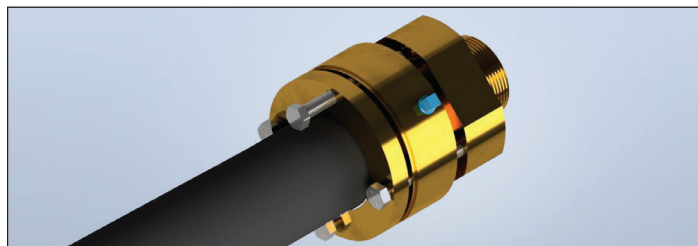

Figure 1-10
12. Glissez la bride arrière et le corps de la bride vers l'avant pour retenir les bagues fendues. Tout en poussant la bride arrière et le corps de la bride vers l'avant, glissez la bride avant sur le rebord du corps de la bride. Insérez et alignez les boulons hexagonaux et serrez-les partiellement pour laisser le raccord pivoter (figure 1-10).